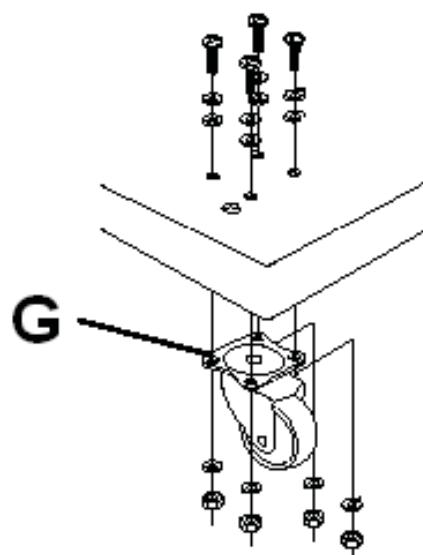

Рис. 2
- Прикріпіть чотири ролики до нижньої сторони основи за допомогою болтів з контрошайбами та гайками. (Рис. 2)